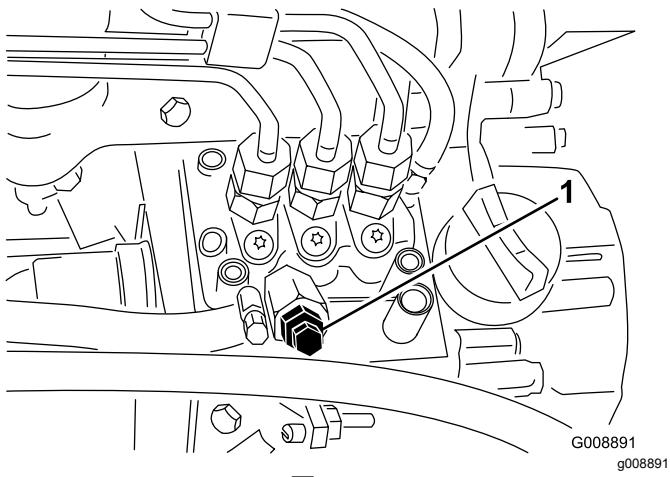

図 26
- 燃料噴射ポンプについているエア抜きねじ 図 26 をゆるめる。